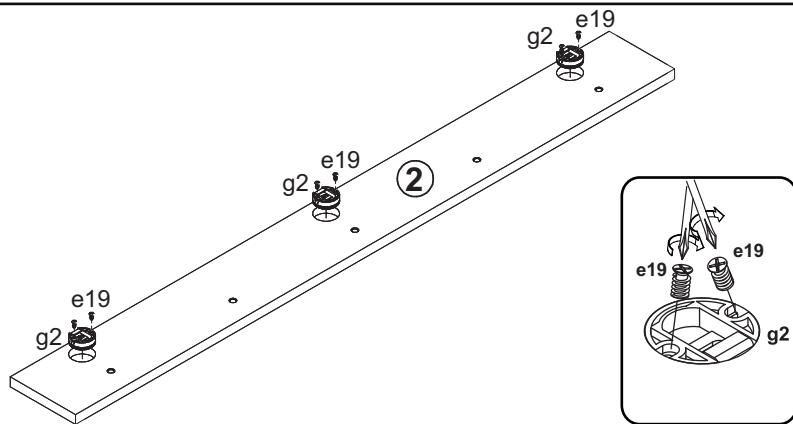

Рисунок 1
3. В отверстия диаметром 35 мм на задней поверхности щита заднего 2 вставить петли для навешивания g2 и закрепить их шурупами e19 пользуясь крестообразной отверткой (см.рис.1).